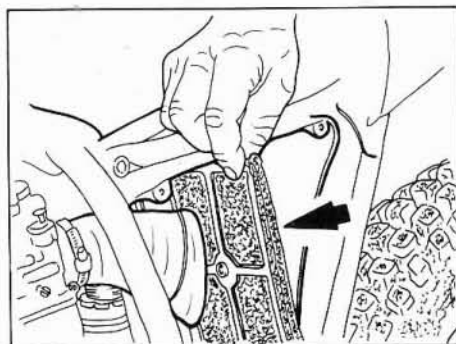

Fig. 26 - Filtro aria.
- rimuovere il filtro (Fig. 26) e lavarlo in acqua calda con sapone neutro o shampoo;